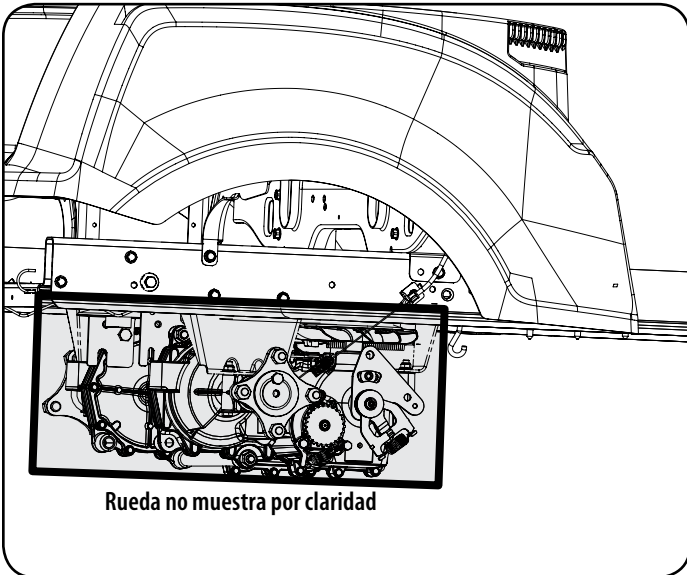

Figure 4
- Limpia alrededor y cerca de la transmisión, el eje y el área del ventilador. Vea la Figure 4.